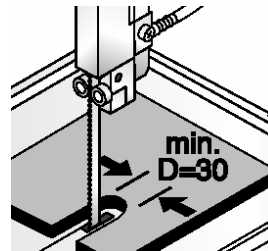

Fig. 3
5. Beim Trennen auf gefühlvollen Vorschub achten! Der kleinste zu trennende Radius darf 30mm nicht unterschreiten (Fig. 3).